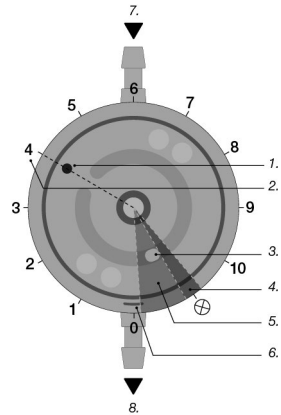

Abb. 10: Schematische Darstellung des Rotors im Röntgenbild
Dabei ist die Position des Kanaleinlasses (1) entscheidend (Abb. 10), die durch die Stellung des Rotors bestimmt ist.
Die Position des Kanaleinlasses (1) zeigt die eingestellte Drosselstufe (2) (Abb. 10). Befindet sich die Position des Kanaleinlasses in dem dunkelgrauen Bereich (4), ist die Drossel- einheit und somit das Shuntsystem geschlossen (Shunt-Abschaltbereich, „M.flow off“ ⊗). Um die Drosselstufe nicht seitenverkehrt abzu- lesen, dient der Rotoranschlag (3) als Orientie- rung – bei einer Draufsicht auf das implantierte Ventil wie in Abb. 10 ist der Rotoranschlag auf der rechten unteren Seite sichtbar.